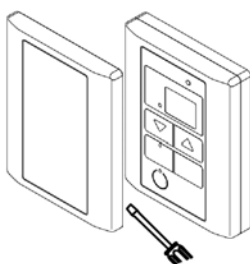

Fig.2
4. Retire la cubierta del comando remoto cuidando de no romperla (Fig.2).